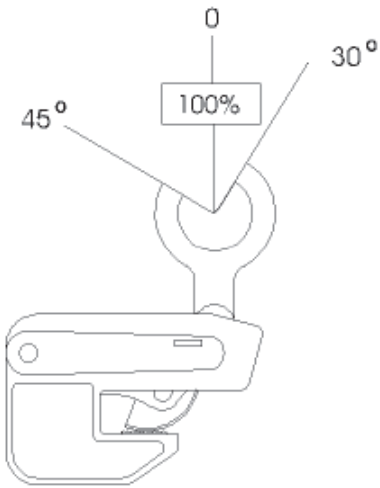

Fig. 3
- Los sistemas de elevación de dos ramales son adecuados sólo para planchas pequeñas con poco peso, cuyo giro durante el transporte puede ser compensado de forma manual. Cuando se amarren las garras, hay que asegurarse que el centro de gravedad de la carga está en el centro de las dos garras de forma que no se origine una posición inclinada de la carga. La garra debe ser colocada en la carga de forma que el ángulo de inclinación no supere los 30° en la dirección de la boca de las mordazas y los 45° en la dirección opuesta (Fig. 3).